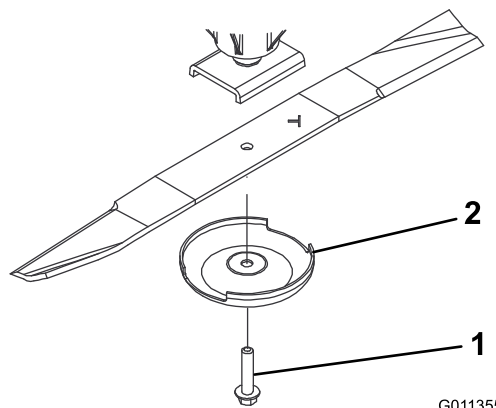

Рисунок 84
3. Снимите болт ножа, защитный колпак и нож с вала шпинделя (**Рисунок 84**).